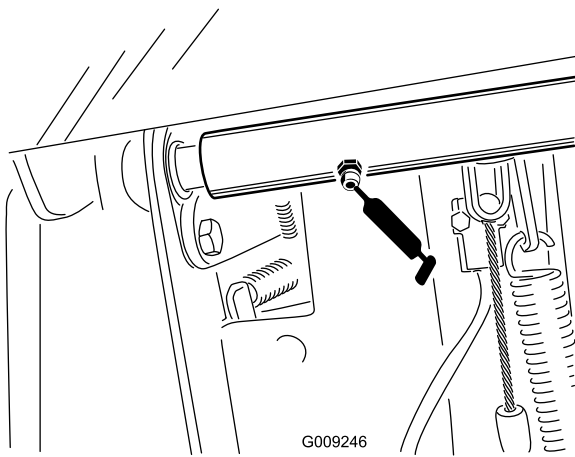

Bild 53
- Bremsstangen-Drehlager (1) (Bild 53)